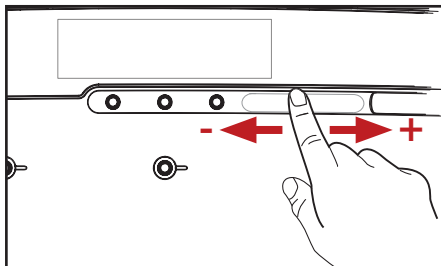

Fig. 4.6 - Forhåndsvalg av styrke
2. La fingeren gli over STYRKE-gliden for å forhåndsvelge styrken på drikken din (fig. 4.6).